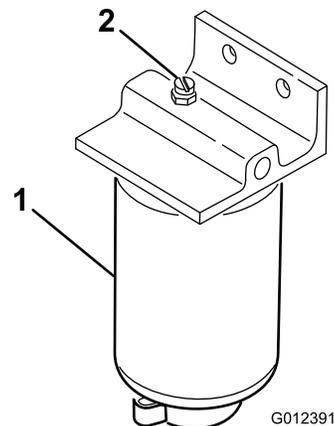

Bild 16
3. Öffnen Sie die Entlüftungsschraube am Kraftstofffilter/Wasserabscheider (Bild 16).